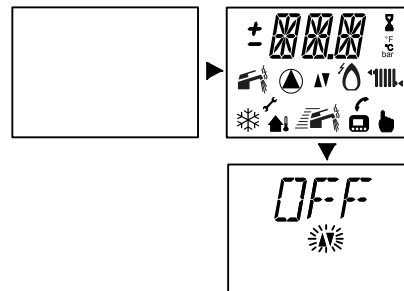

Fig. 2.2
- Conecte la alimentación eléctrica de la caldera accionando el interruptor bipolar incluido en la instalación; la pantalla LCD mostrará la secuencia de la Fig. 2.2.